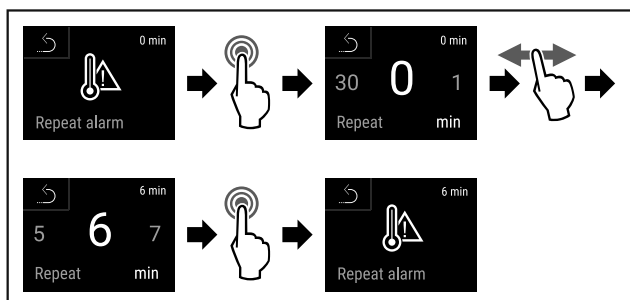

Fig. 143
- ▶ Stappen (zie Fig. 143) uitvoeren.